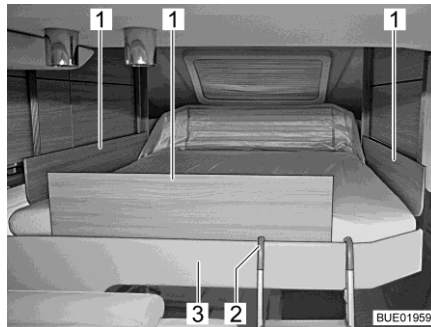

Fig. 135 Lit escamotable avec plaques de sécurité
- Mettre les plaques de sécurité (Fig. 135,1) en place entre le matelas et la bordure du lit (Fig. 135,3).
- Accrocher les deux étriers de l'échelle de montée (Fig. 135,2) à la bordure du lit (Fig. 135,3).
- Décrocher l'échelle de montée (Fig. 135,2) de sur la bordure du lit (Fig. 135,3).
S'il n'est plus possible de déplacer le lit escamotable avec les touches fléchées (Fig. 135,2 et 8), contrôler d'abord le fusible de réserve 3 sur le bloc électrique (voir paragraphe 9.11.1). Si le fusible n'est pas défectueux mais qu'il n'est toujours pas possible de déplacer le lit escamotable, ce dernier peut l'être manuellement.